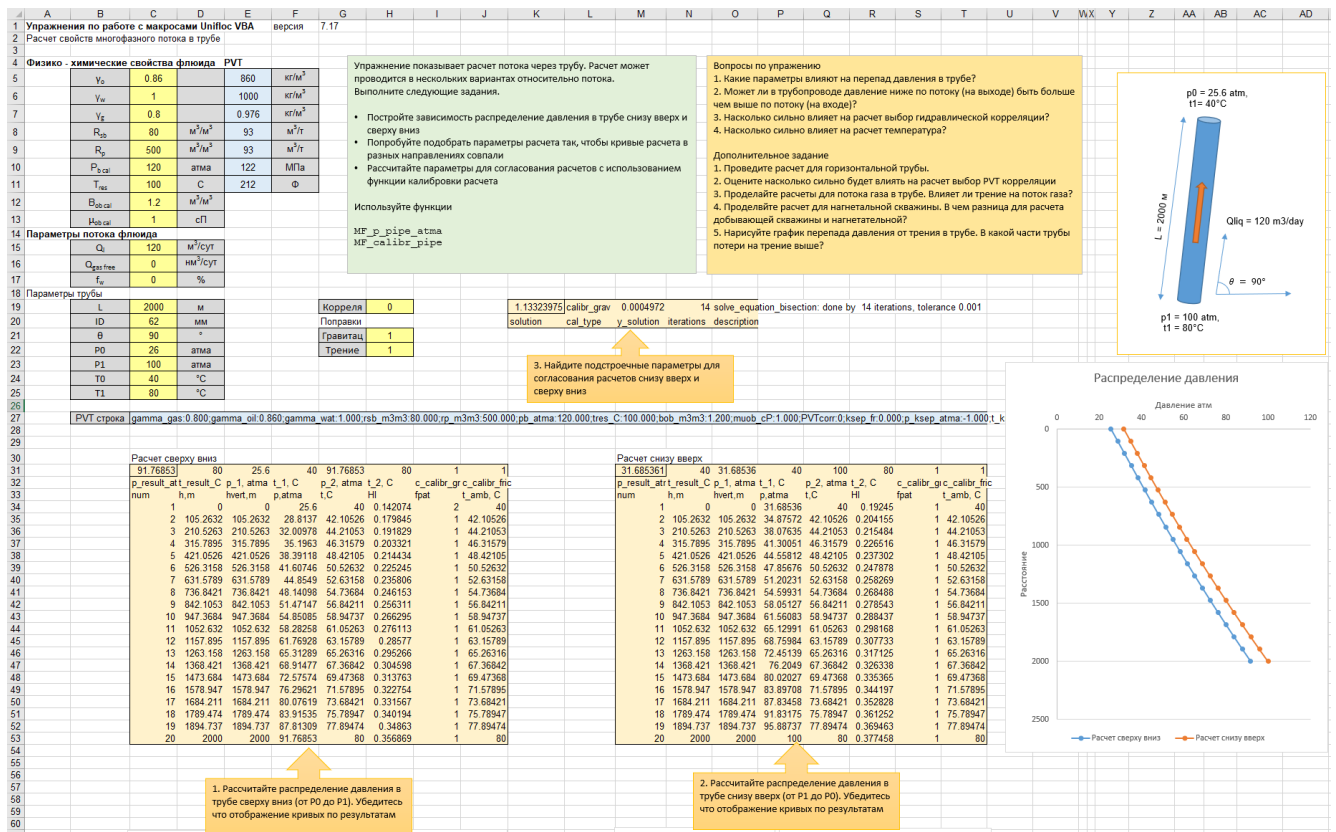

Рис. 1.10 — Упражнение ex050.MF_pipe.xlsm со всеми заполненными полями
1. Откройте файл с упражнением ex050.MF_pipe.xlsm (смотри рис.1.10).